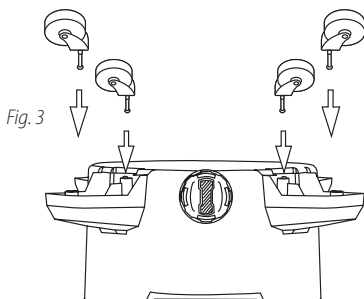

Fig. 3
4. Insertar las ruedas **5** pivotantes **4** en las patas de las ruedas colocando los vástagos de las ruedas en los orificios provistos. Presionar y girar hacia un lado y hacia otro hasta que las ruedas **5** encajen en su sitio. **Fig. 3.**